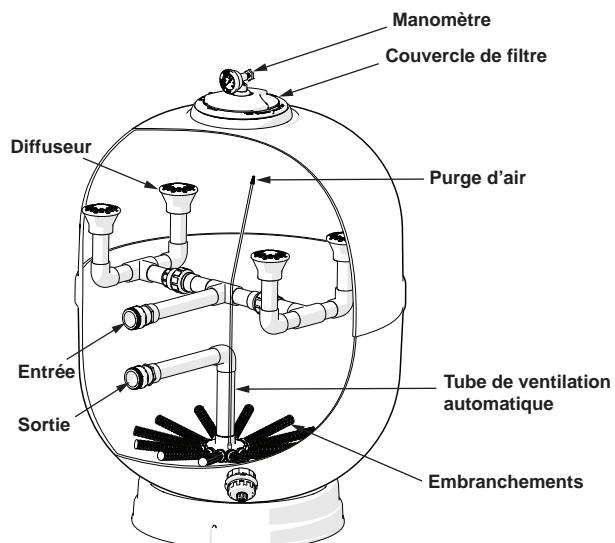

Figure 6. Décharge d'air automatique
9. Vérifiez que le tuyau de ventilation est correctement positionné dans le réservoir. Voir Figure 6.